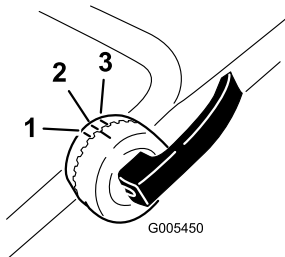

Figure 4
2. Déverrouillez les verrous de la partie supérieure du guidon et faites-la pivoter vers le haut. Bloquez-la dans la position qui vous convient le mieux (Figure 4).
Remarque: La partie supérieure du guidon peut être réglée à 3 positions différentes. Alignez le repère sur l'un des 3 repères à l'intérieur des verrous de la partie supérieure du guidon (Figure 4).